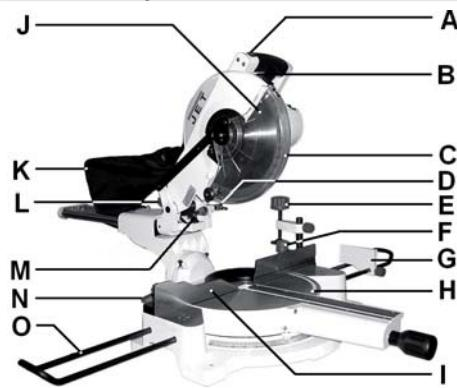

Рис. 1
- Пилка вмикається натисканням вимикача на рукоятці (В, Рис. 1): як тільки вимикач опускається відбувається зупинка пилки.
- Пилка вмикається натисканням на вимикач на внутрішньому боці рукоятки (В, Рис. 1).
- Завжди використовуйте затиск для заготовки (E, Рис. 1).
- Обидві затискні рукоятки (F, Рис. 1) позаду упору для заготовки повинні бути послаблені.